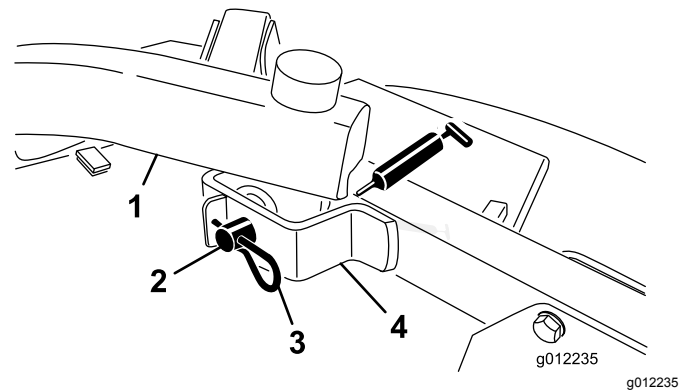

Bild 22
- Hubarmgelenke, vorne (2) (Bild 22)